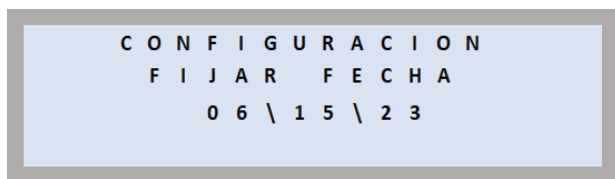

Figura 51
- El software guarda los ajustes de fecha y vuelve a la pantalla por defecto de configuración de fecha (05/11/25). La fecha mostrada en esta pantalla (ver Figura 51) siempre es 05/11/25. La nueva fecha definida no aparecerá en esta pantalla, pero se mostrará en todas las demás pantallas con una fecha, como la pantalla de título y las pantallas de Prueba.